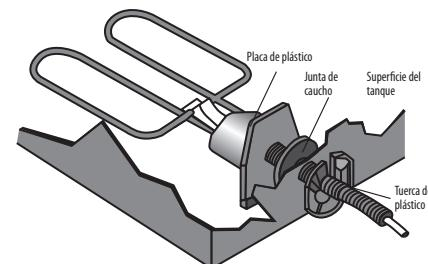

FIGURA 2
5. Coloque el descongelador dentro del tanque. Apóyelo en el fondo del tanque. La junta de caucho debe estar entre la superficie interna del tanque y la placa de plástico de la cubierta del calentador (vea la figura 2).